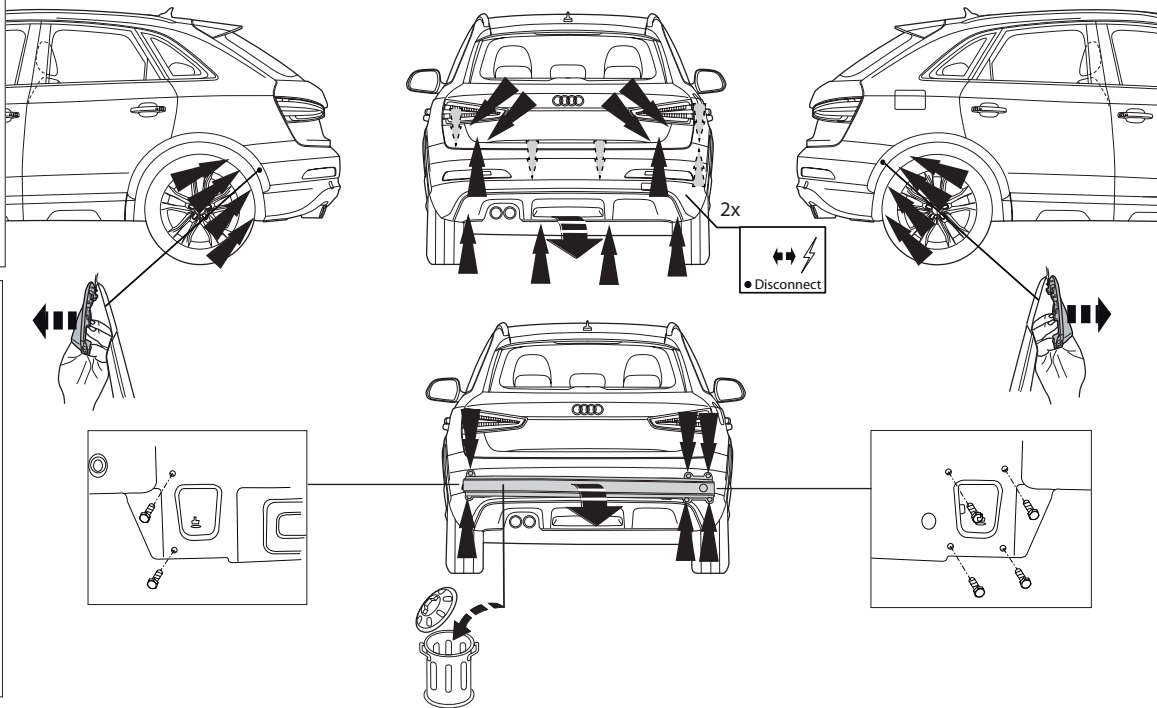

Fig. 1
1. Снять бампер вместе со стальным буферным брусом автомобиля; буферный брус больше не понадобится. См. рисунок 1, 1a, 1b, 1c.